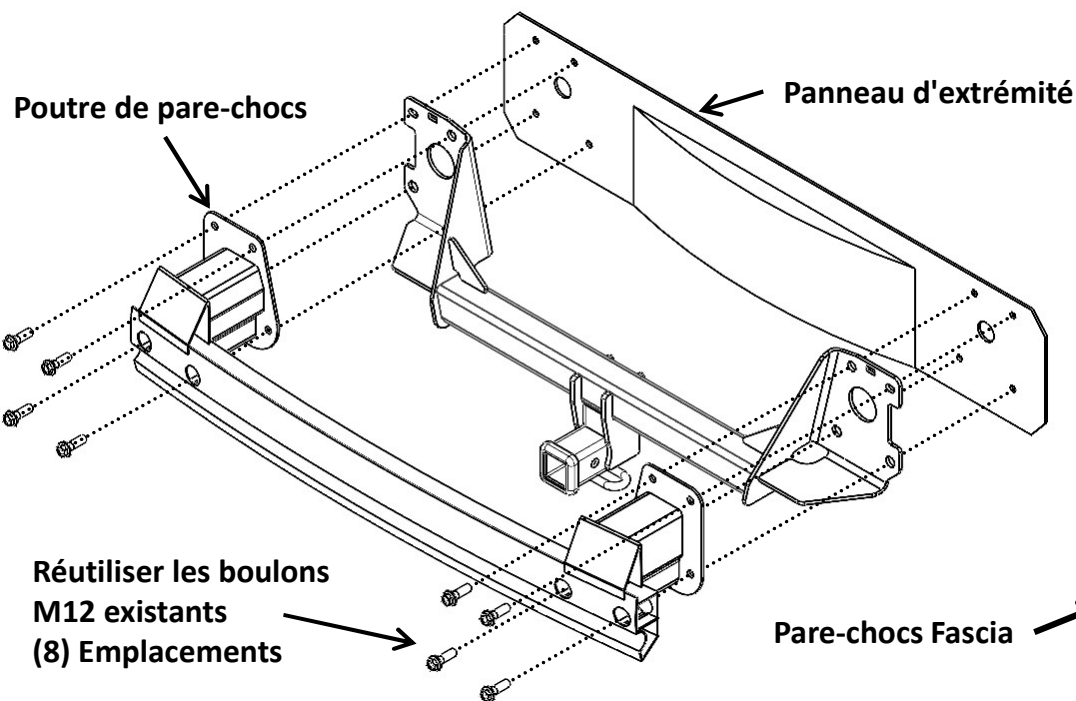

Figure 1
2. **Déposer la poutre de pare-chocs** - À l'aide d'une douille de 18 mm munie d'une rallonge, retirer les (8) boulons d'usine, (4) par côté.
3. **Installer l'attelage** - Soulever l'attelage et le pare-chocs en position, en alignant les trous avec les écrous soudés dans le panneau d'extrémité du véhicule. Coincer l'attelage entre la poutre de pare-chocs et le panneau d'extrémité du véhicule. Fixer l'attelage et la poutre de pare-chocs au véhicule à l'aide des (8) fixations M12 existantes. Voir la figure 1.
3. **Installer l'attelage** - Soulever l'attelage et le pare-chocs en position, en alignant les trous avec les écrous soudés dans le panneau d'extrémité du véhicule. Coincer l'attelage entre la poutre de pare-chocs et le panneau d'extrémité du véhicule. Fixer l'attelage et la poutre de pare-chocs au véhicule à l'aide des (8) fixations M12 existantes. **Voir la figure 1.**